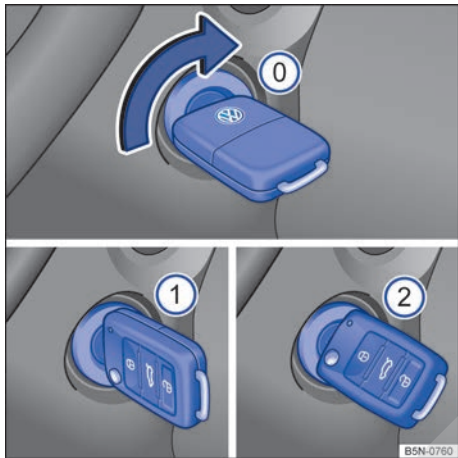

Fig. 113 Posiciones de la llave del vehículo en la cerradura de encendido.
Posiciones de la llave del vehículo → **fig. 113**
3.	Vehículos con motor diésel: para el precalentamiento, gire la llave en la cerradura de encendido a la posición → fig. 113  . En el cuadro de instrumentos se enciende el testigo de control  .